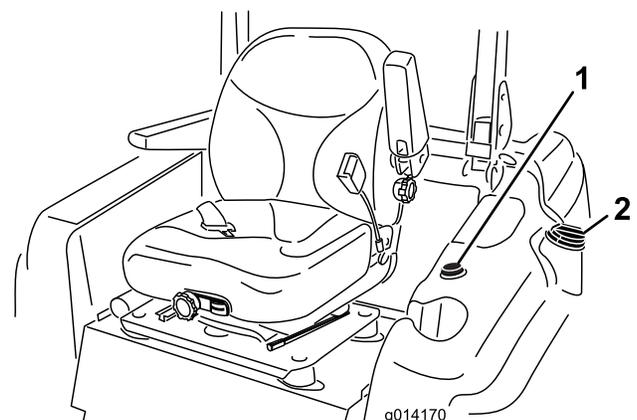

Bild 7
3. Reinigen Sie den Bereich um den Tankdeckel und nehmen Sie den Deckel ab (Bild 7).